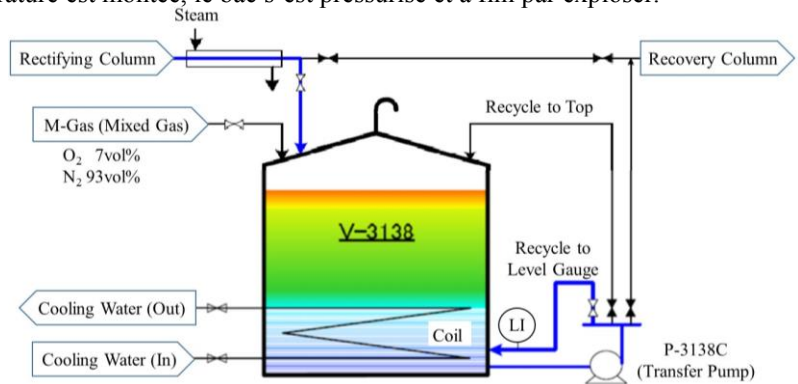

Figure 2: Seule la partie basse du bac est refroidie, la partie supérieure reste chaude
Le bac servait de stockage intermédiaire entre deux colonnes de distillation destinées à purifier l'acide acrylique. À l'origine le bac était utilisé en pleine capacité. Son contenu était refroidi et mélangé via une pompe de recirculation du bas vers le haut. Plus tard, le niveau du bac a été réduit sous l'épingle de refroidissement. Le contenu ne recirculait plus jusqu'en haut mais à proximité d'un piquage à proximité de la mesure de niveau (LI) sur la Figure 2.